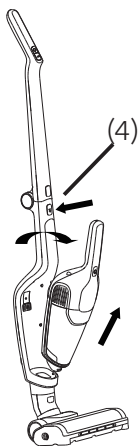

Fig.4-2a
Trykk ned utløserknappen på underenheten (4) (se fig. 4-2a), ta tak i håndtaket på underenheten for å ta den av ved å følge pilen som vises, og trykk deretter ned strømknappen til underenheten (5) (se fig. 4-2b). Da starter underenheten, og du kan trykke bryteren (5) for å stoppe den.